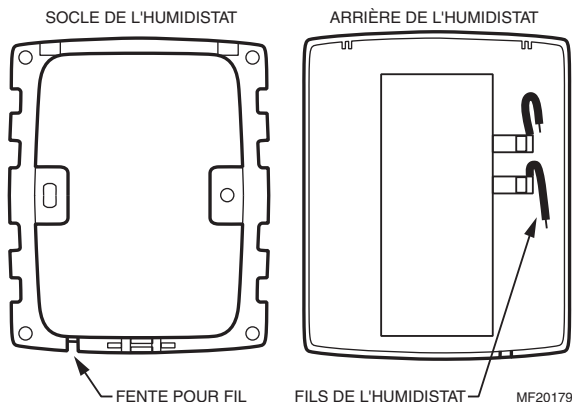

Fig. 14. Socle et vue arrière de l'humidistat.
- Connecter les fils basse tension aux conducteurs et remettre le boîtier du H8908. Voir la Fig. 14.